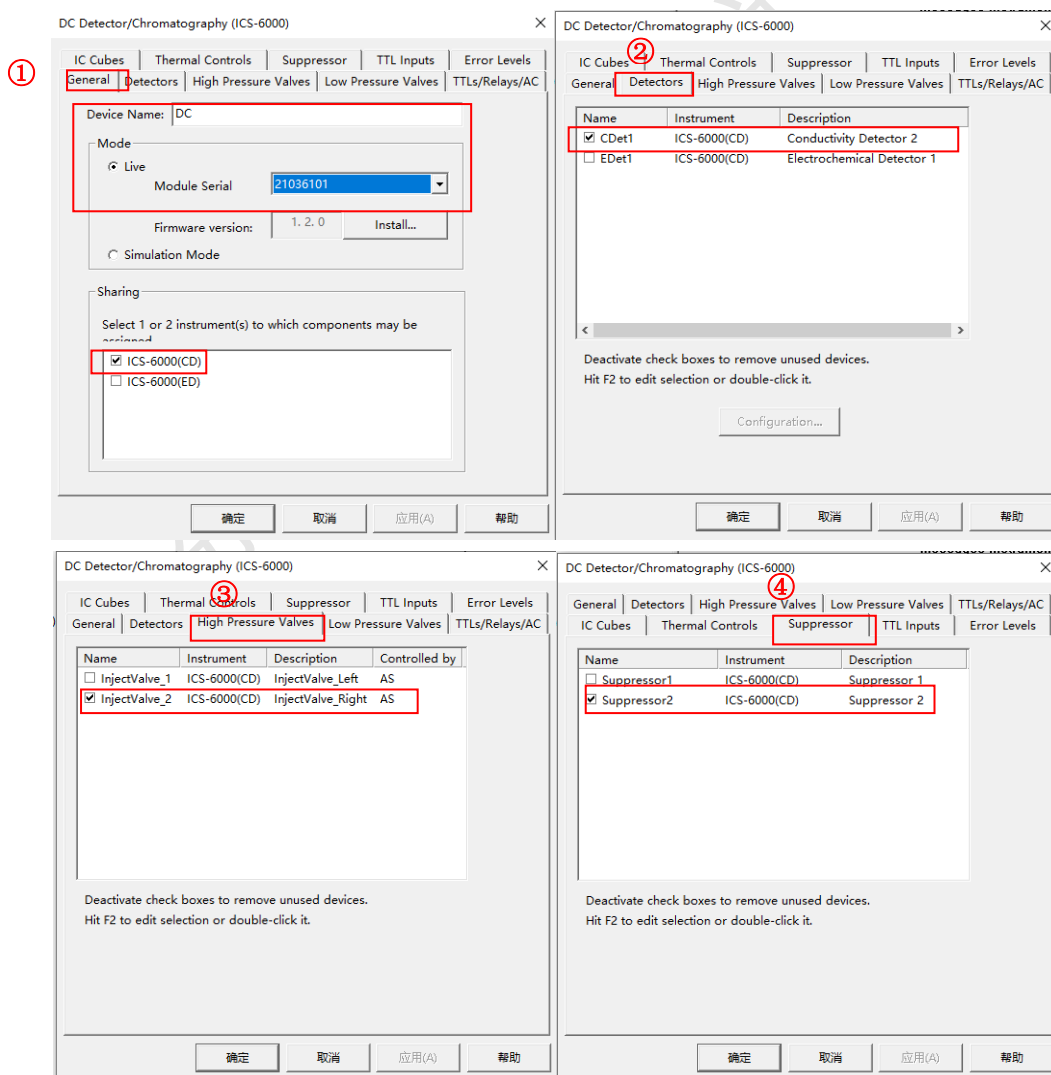

图 4 设置 DC Detector 参数
Step2. 如图4, 设置检测器参数: ①General: Device name: DC, Module Serial选择: 21036101; ②Detectors:勾选CDet1; ③High Pressure Valves: 勾选InjectValve_2; ④Suppressor: 勾选Suppressor 2。至此, 阴离子模式的检测器模块配置完成。